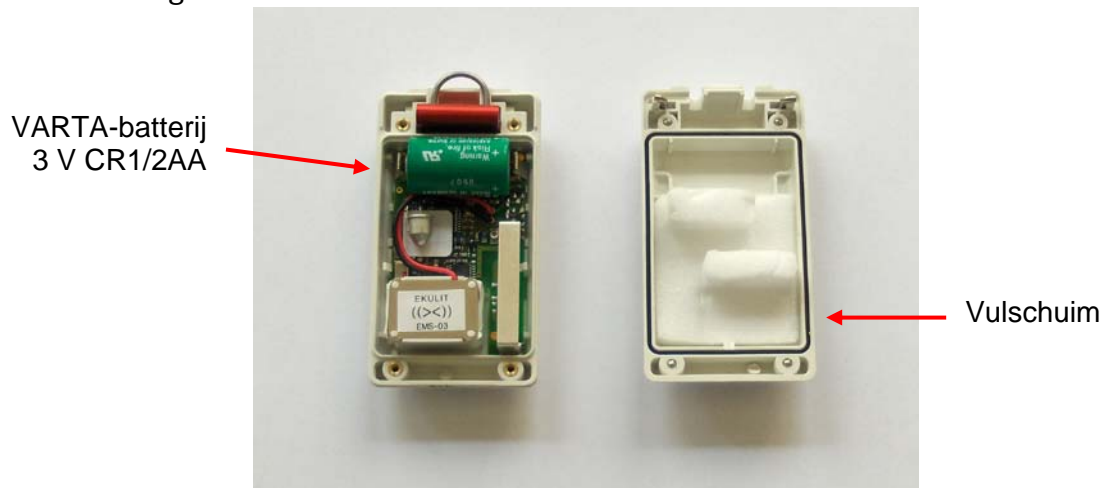

Fig. 4. De ManDown Detector openen
- Breng zorgvuldig het vulschuim aan zoals weergegeven in fig. 4. De ManDown Detector openen.